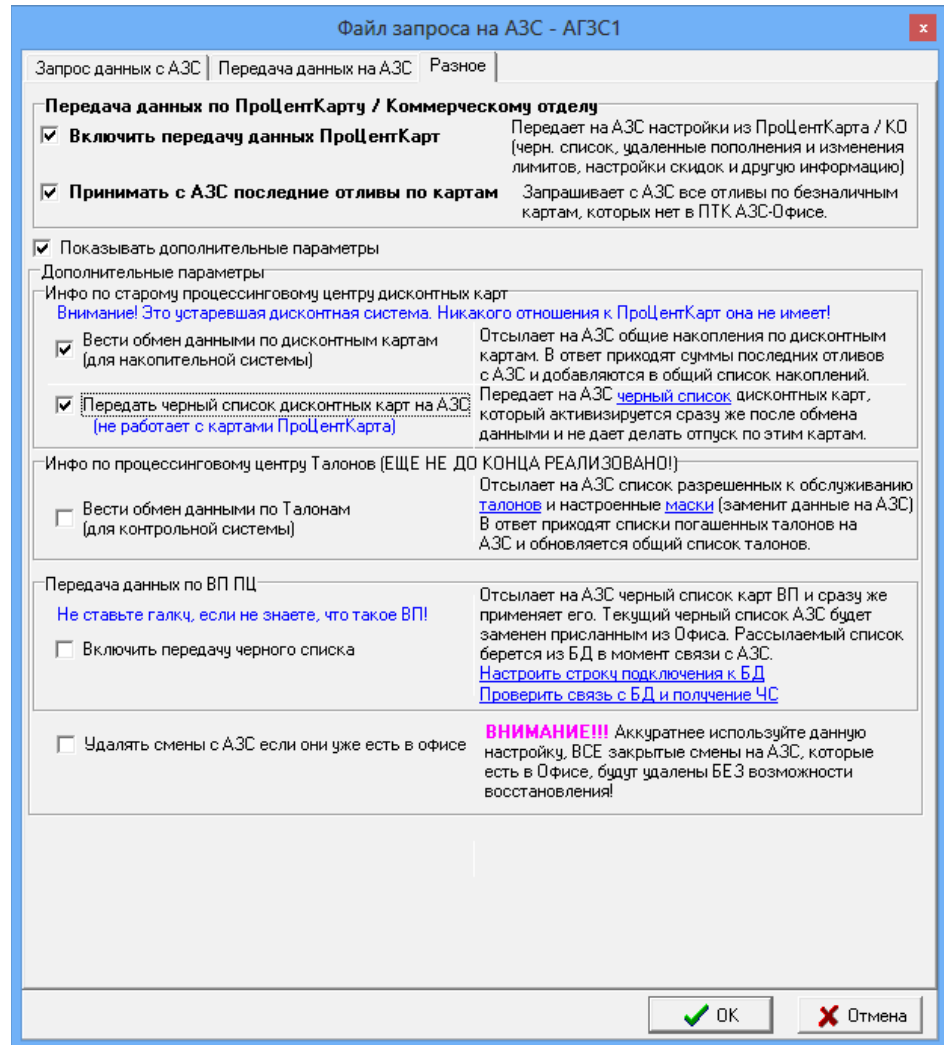
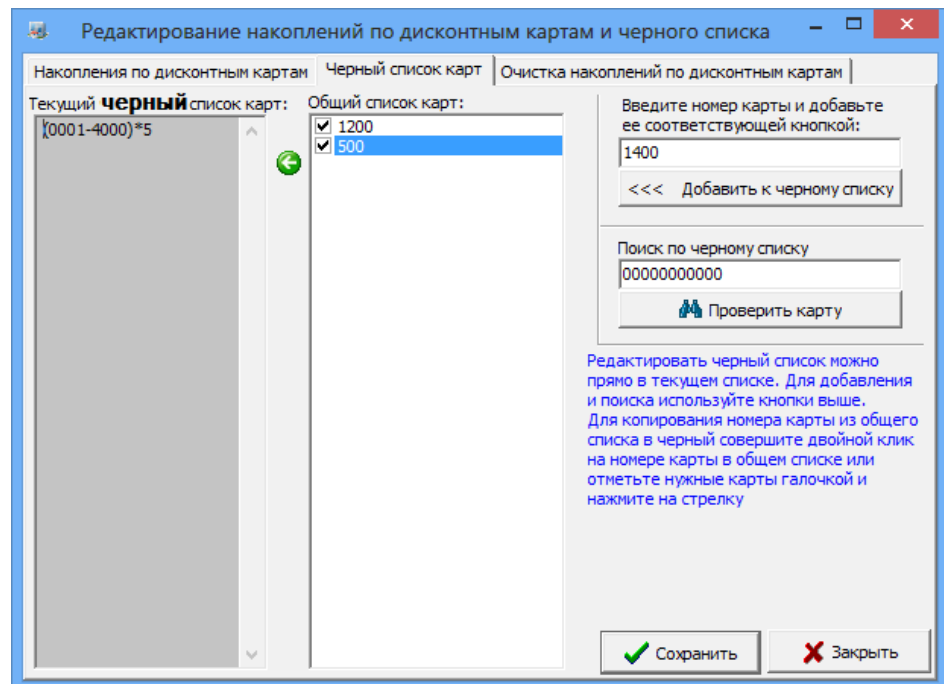

Рис.5
Рис.6
На стороне Офиса в окне «Файл запроса на АЗС» (закладка «Разные», рис.5) необходимо поставить следующие настройки.
3. «Передать черный список дисконтных карт на АЗС» (рис.5).
Для внесения дисконтных карт в черный список щелкните мышкой на «черный список» в комментарии (справа от настроек, рис.5). В открывшемся окне в поле «Общий список карт» отметьте карты, которые хотите внести в черный список и щелкните на «←». Номера карт переместятся в поле «Текущий черный список карт», для сохранения изменений нажмите «Сохранить» (рис.6). Можно в строке «Введите номер карты и добавьте ее соответствующей кнопкой» набрать номер карты, которую необходимо внести в черный список и нажать кнопку «Добавить к черному списку» (рис.6).
Для поиска карты в черном списке Введите номер карты в поле «Поиск по черному списку» и нажмите кнопку «Проверить карту» (рис.6).